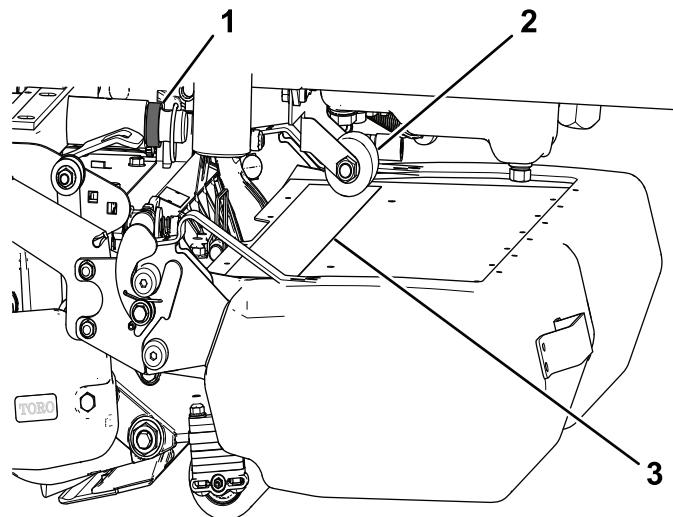

Figura 16
Quando l'apparato di taglio è sollevato, il pararulli dovrebbe essere sempre a contatto con la fascetta di usura sul carter superiore del cesto di raccolta (Figura 16).
1. Durante l'installazione dell'apparato di taglio posteriore centrale, assicuratevi che il distanziale sul perno del braccio di sollevamento sia montato dietro il telaio portante dell'apparato di taglio, come illustrato nella Figura 16.